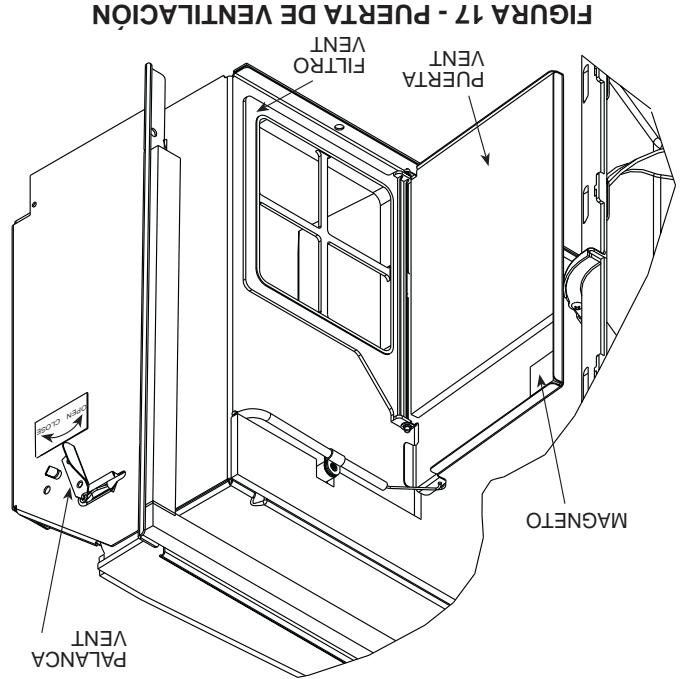

FIGURA 17 - PUERTA DE VENTILACIÓN
■ **VENTILACIÓN EXTERIOR (OUTSIDE AIR)** - Para brindar aire exterior hacia dentro de la habitación deslice la perilla de control de la ventilla hacia la posición de abierto. Vea la Figura 17.
■ **AJUSTE DE LA PUERTA DE VENTILACIÓN** - La perilla de la puerta de ventilación se encuentra localizada al costado izquierdo de la unidad. Deslice la perilla de la puerta de ventilación manualmente para abrir o cerrar la puerta. La ventilación permanecerá en la posición seleccionada. El magneto asegurará el cerrado de la puerta. Vea la Figura 17.